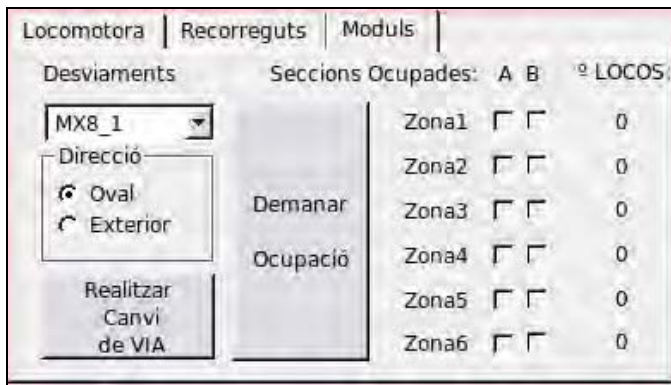

Figura 8. Pestanya de maniobres amb mòduls.
• La segona és la pestanya de mòduls (figura 8), amb mòduls ens referim als mòduls MX8 i MX9 que recordem que controlen els desviaments de rails i la ocupació dels sectors. En aquesta pestanya podem variar la trajectòria que està realitzant una locomotora, també podem controlar on està la locomotora dins la maqueta. La pestanya es separa en dues parts, una per cada mòdul, la primera part permet el control dels dos desviaments que es tenen en el circuit. Per a realitzar un canvi als desviaments s'ha de seleccionar el desviament desitjat, es tria la posició que es vol que tingui i després es polsa el boto "Realitzar Canvi de Via". La segona part ens permet saber quins sectors del circuit estan ocupats. Simplement polsant el boto "Demandar Ocupació" si hi ha alguna locomotora en algun sector es marcarà el checkbox corresponent al sector.